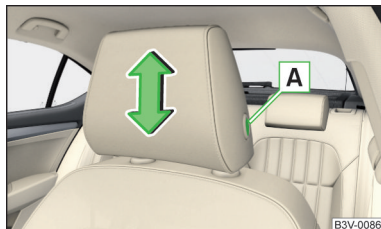

Abb. 78
- › Die Sicherungstaste **A** drücken und gedrückt halten » Abb. 78.